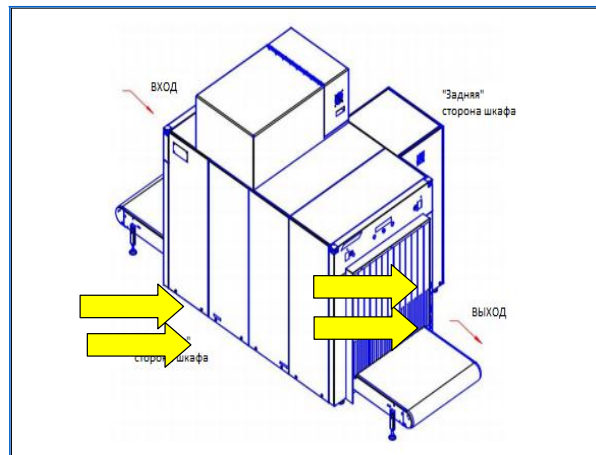

Рисунок 20-9: Крышка и крепежные болты рентгеновского контроллера
2. Снимите решетку, закрывающую контроллер рентгеновского генератора, отвернув для этого болты крепления крышки (Рисунок 20-9).